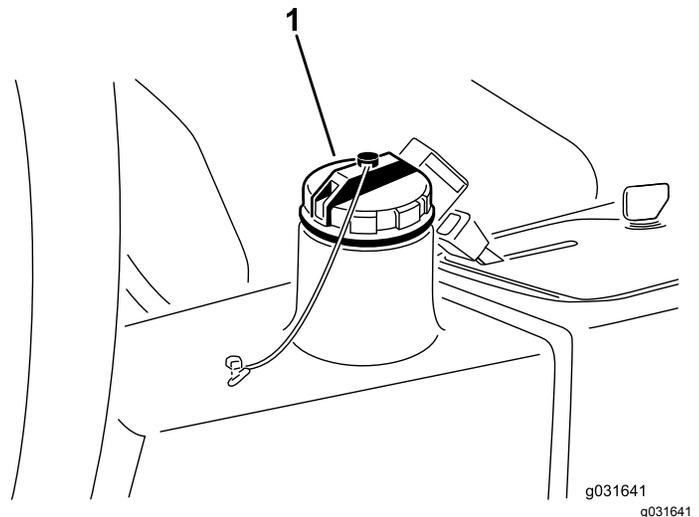

**Figura 64**
2. Desconecte as linhas hidráulicas ou retire o filtro hidráulico e deixe que o fluido hidráulico escorra para dentro de um recipiente de escoamento (Figura 66 e Figura 64).
3. Instale as linhas hidráulicas quando o fluido parar de escorrer (Figura 64).